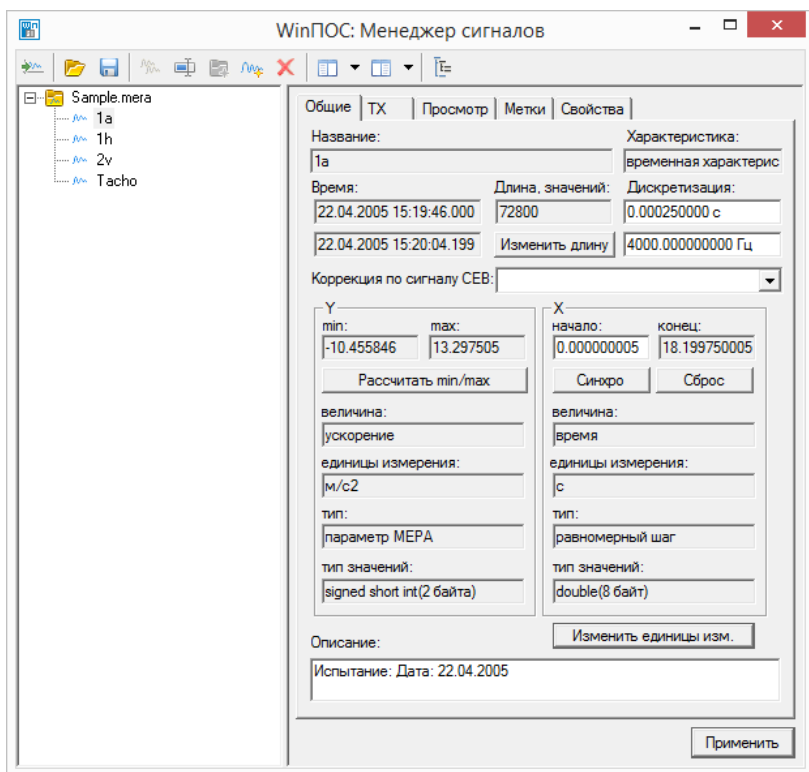

Рис. 7.1. Менеджер сигналов. Свойства
Если данные содержат информацию СЕВ (Системы Единого Времени), она используется автоматически, и сигналы от разных регистраторов отображаются синхронно. При этом на оси абсцисс откладывается либо время в секундах от начала регистрации (от первого измеренного значения) – в случае использования СЕВ формата IRIG-B, либо время от включения системы СЕВ. Во втором случае до начала регистрации может пройти достаточно много времени, и большие значения секунд будут затруднять восприятие. В этом случае выберите в дереве все файлы, относящиеся к одной регистрации и в контекстном меню МЕРА-файла выберите пункт **Обнуление СЕВ**. Информация о канале данных СЕВ доступна на странице свойств сигнала (рис. 7.1). Отвязать сигнал от шкалы СЕВ можно, установив пустую строку вместо имени канала в поле *Коррекция по сигналу СЕВ* (не рекомендуется).
Менеджер сигналов (См. рис. 7.1) поможет изменить характеристики сигналов и поработать с табличным представлением сигналов. Элементы управления окна *Менеджер сигналов* описаны в *Обзоре вспомогательных окон WinПОС* части 3. Характеристики сигнала можно также изменить, выбрав **Свойства...** в контекстном меню.
- На закладке *свойств* (Рис. 7.1) сигнала нажмите кнопку **Изменить длину** рядом с полем *Длина, значений*.